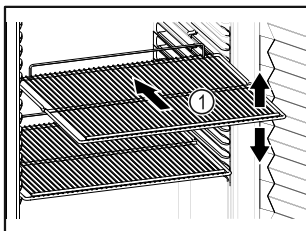

Fig. 52 Ilustrační zobrazení
- Pokud jsou odstavné rošty Fig. 52 (1) přemístitelné, přizpůsobte je vždy na danou výšku.